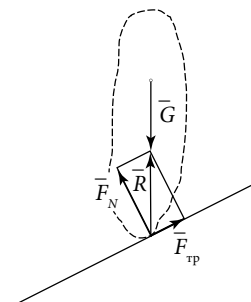

Рис. 26
4. Связь с учетом сил трения (рис. 26).